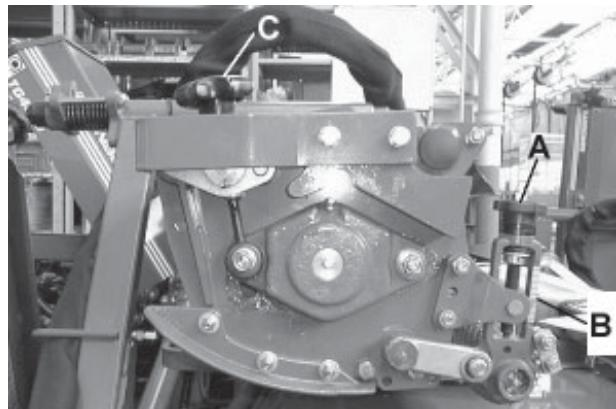

Fig.4
Schnitthöhe (Abb. 4 & 5)
1. Einstellhandrad oder Mutter (A Abb. 4) auf dem Handrad zum Erhöhen der Schnitthöhe im Uhrzeigersinn (+), zum Verringern der Schnitthöhe entgegen dem Uhrzeigersinn (-) drehen.
2. Es ist wichtig, daß an allen Schneideeinheiten beide Einstellvorrichtungen gleich eingestellt sind. Zur Erleichterung einer gleichhohen Einstellung ist an jedem Walzenende eine Schnitthöhenanzeige (B Abb. 4) angebracht.